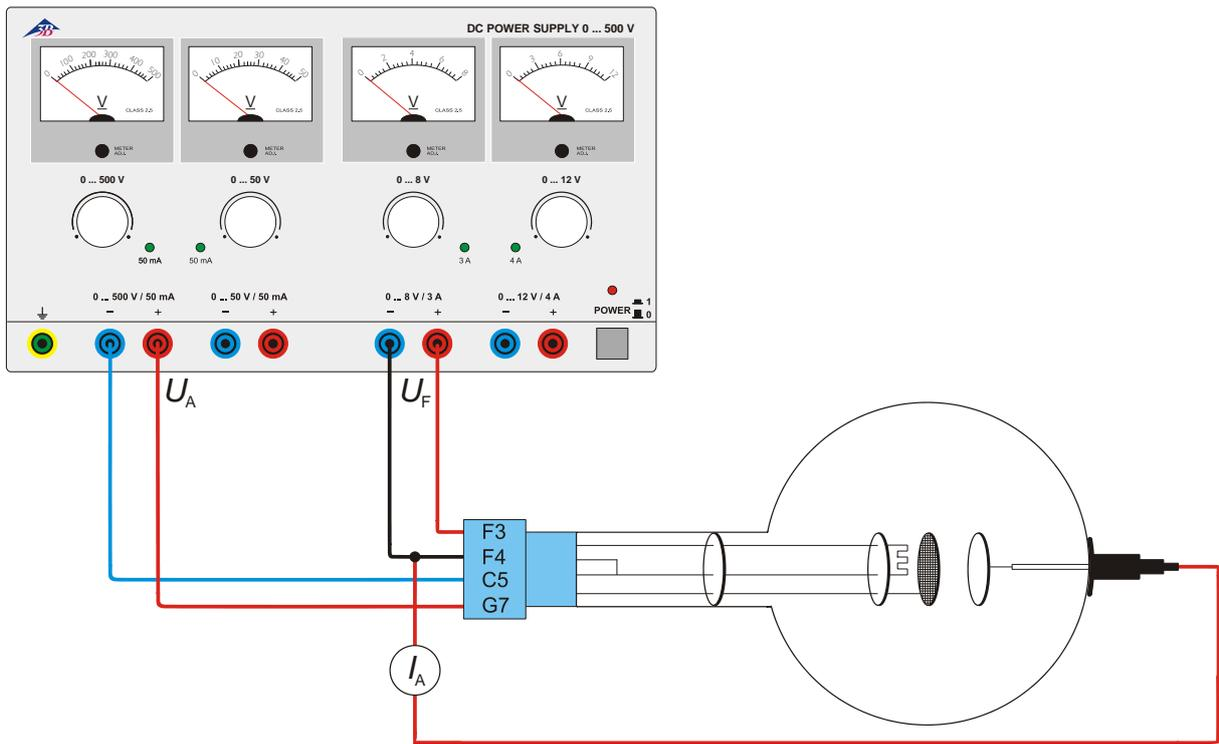

Fig.3 Producción de rayos catódicos
- Realice el circuito de acuerdo con la Fig 3, de tal forma que la rejilla y el cátodo representen un diodo.